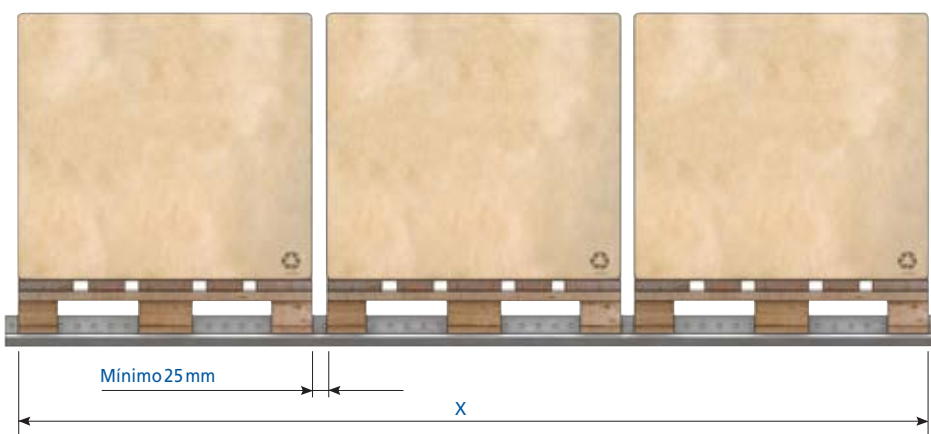

Figura 4
Las cotas F, G y H han de ser siempre múltiplos de 50 mm (figura 4).
- X: suma del fondo de todos los pallets (contando la medida de la carga si ésta sobresale) más una holgura por unidad de carga de, como mínimo, 25 mm (figura 4).
Para las holguras en profundidad se ha de utilizar el mismo criterio que con el carril GP-7 (figura 4).